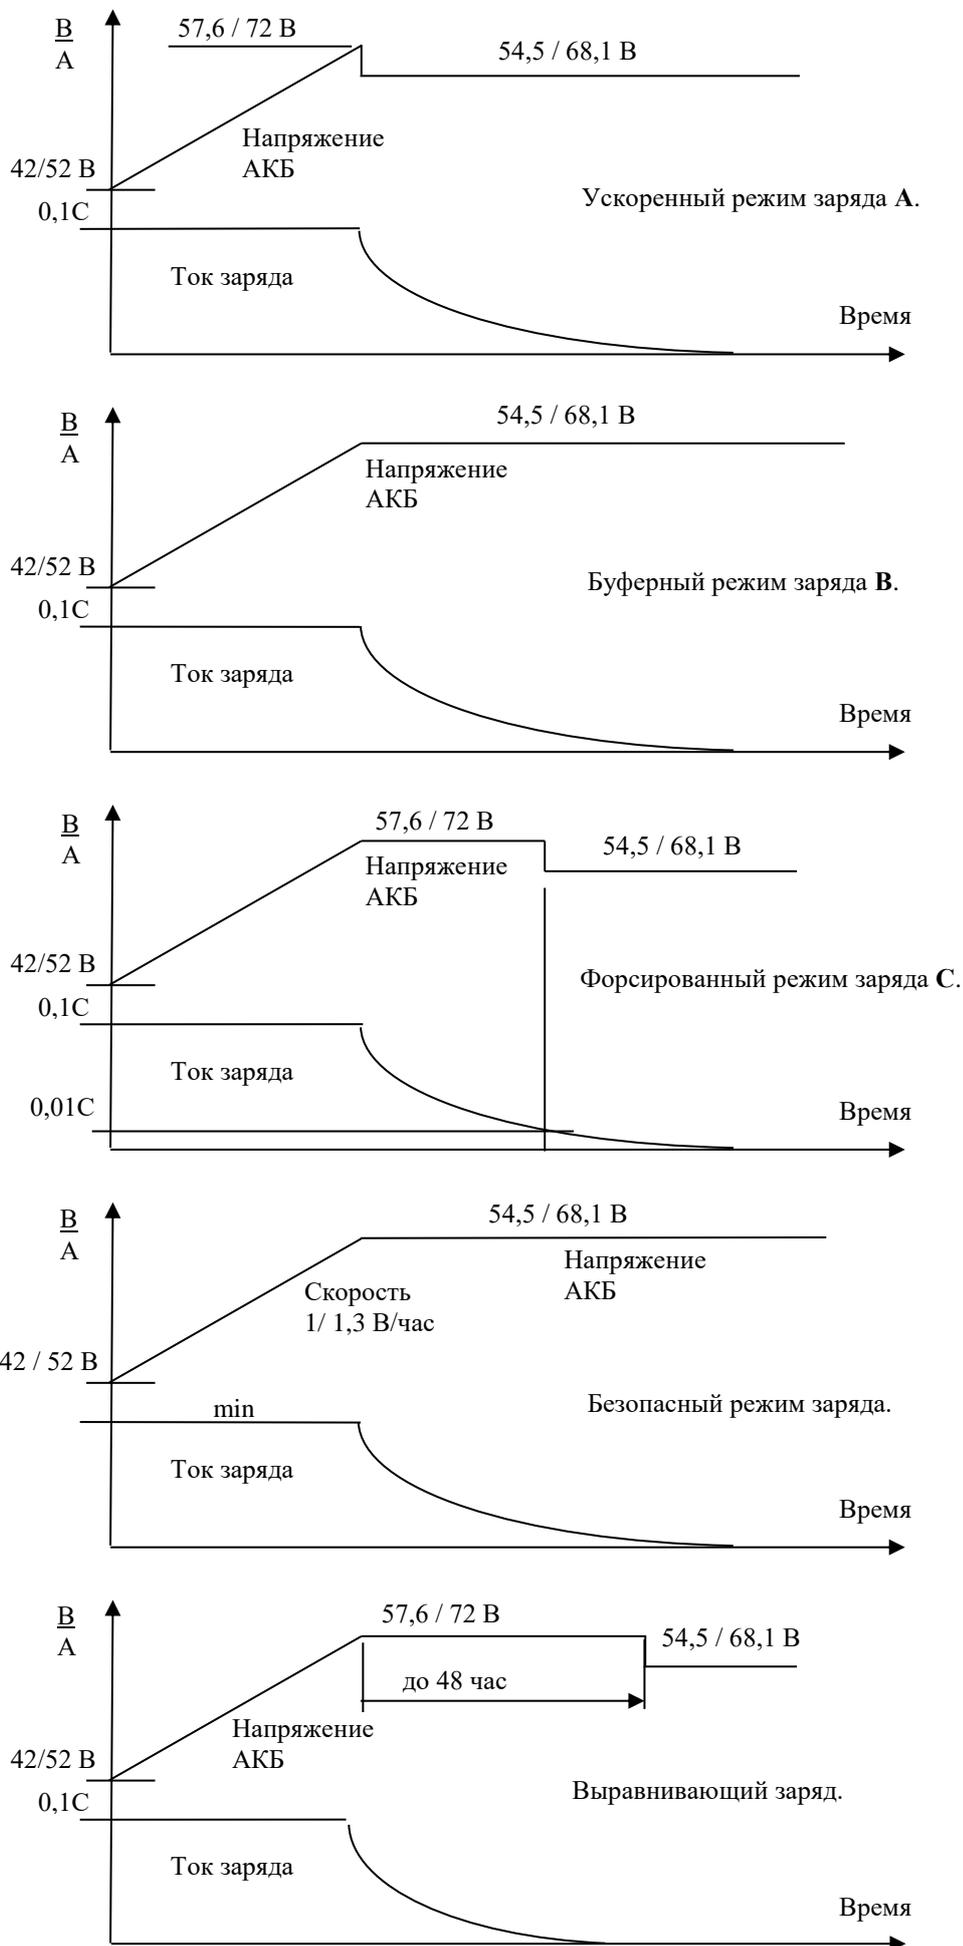

Рис. 4. Режимы заряда АКБ.
1. При установленном модуле управления контактор **LVBD** включен управляющим сигналом модуля. По включению сетевого питания выпрямители устанавливают выходное напряжение, равное напряжению АБ. Включается один из следующих режимов заряда (рис. 4):